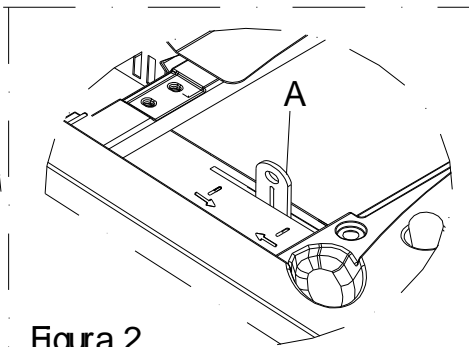

Figura 2
- Figura 2 (Posizioni intermedie)